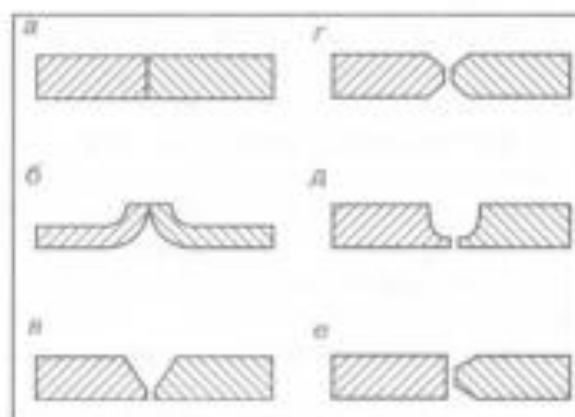

Рис. 21
5. По подготовке кромок и сварке (рис. 21): без скоса кромок (а), т. е. без подготовки, с отбортовкой кромок (б), со скосом одной или двух кромок (У-образный скос (в), Х-образный скос (г), криволинейный скос (д), К-образный скос (е).